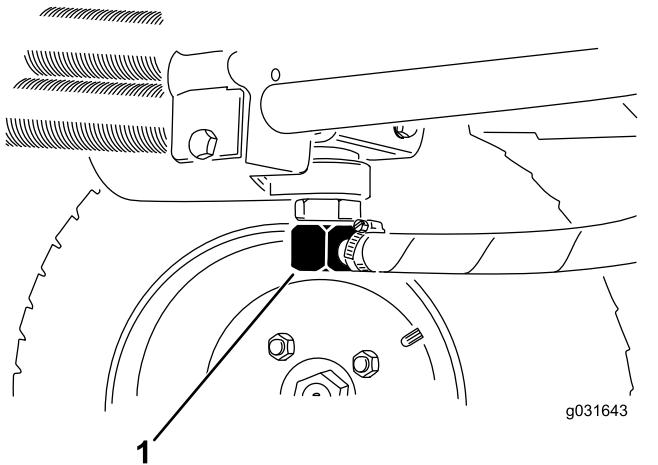
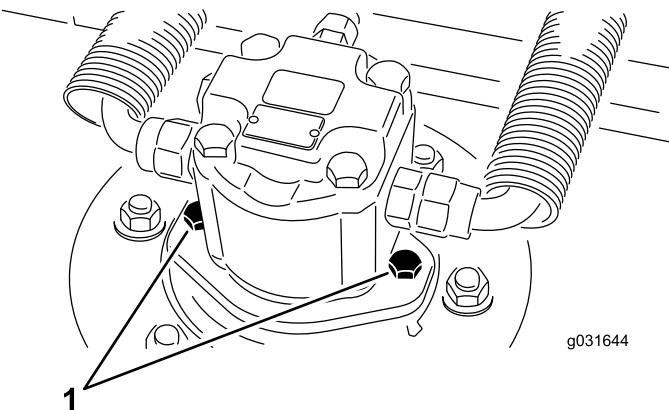

図 65
図 67
2. 油圧ラインの接続部または油圧フィルタを外し、流れ出すオイルを容器に受ける図 67と図 65。
3. オイルが全部流れ出たらラインを元通りに接続する図 65。
3. フィルタ取り付け部付近をきれいに拭い、下に容器を置き、フィルタを外す図 67。